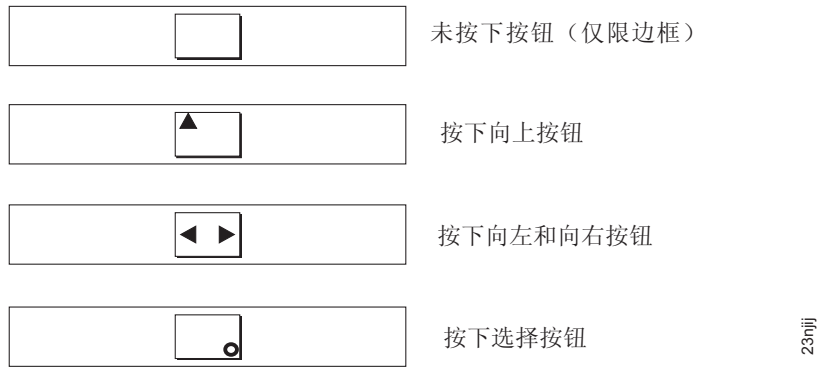

图 37. 按下按钮后的前面板显示屏
3. 按向上、向下、向左和向右按钮来验证这些按钮操作正常。第 38 页的图 37 显示了按这些按钮时前面板显示屏上显示内容的四个示例。按钮测试完成后，按住选择按钮并保持 5 秒钟来退出测试。